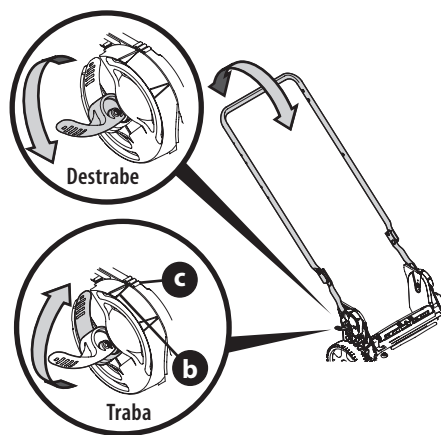

Figura 18
1. Destrabe las dos palancas de liberación de manija. Vea el recuadro de la Figura 18.
2. Mueva la manija superior (a) para alinear el indicador de posición (b) con la posición más cómoda de las tres posiciones de manija (c). Vea el recuadro de la Figura 18.
3. Trabe las dos palancas de liberación de manija. Vea el recuadro de la Figura 18.